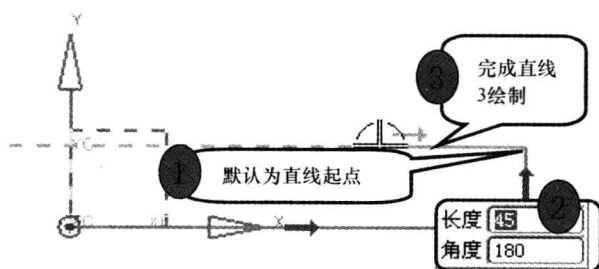

图 1-9 绘制直线 3
(6) 直线段 3 的绘制，选择【直线 2 端点】为直线起点，在长度框中输入【45】，角度框中输入【180】，按 <Enter> 完成直线 3 绘制，如图 1-9 所示。